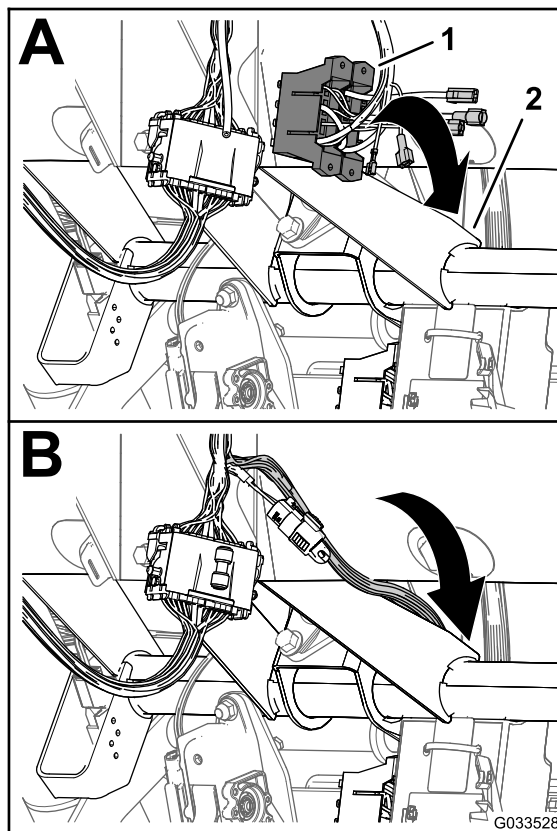

Рисунок 24
1. На управляющей консоли опрыскивателя проложите ответвление переднего жгута проводов с блоками предохранителей между нижней частью приборной панели и поперечной трубой ходовой части автомобиля, затем вниз в направлении передней стороны блока предохранителей автомобиля (Рисунок 24).